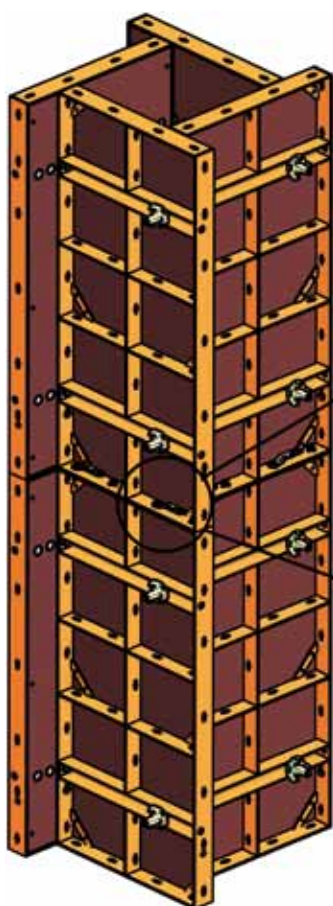

fig. 11
2. Verrouiller la goupille en tournant à l'aide du marteau la poignée de la goupille (fig. 11 + 12).